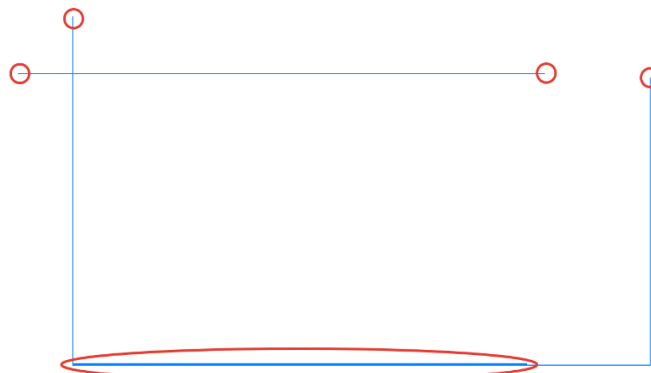

Рисунок 22 - Ошибки построения эскиза
- Все контуры эскиза должны быть замкнуты (если хотя бы один контур в эскизе незамкнут, то автоматически строится тонкостенный элемент выдавливания) (Рисунок 22);
- В эскизе не должно быть пересекающихся линий (Рисунок 22);
- В эскизе не должно быть наложенных линий (Рисунок 22).